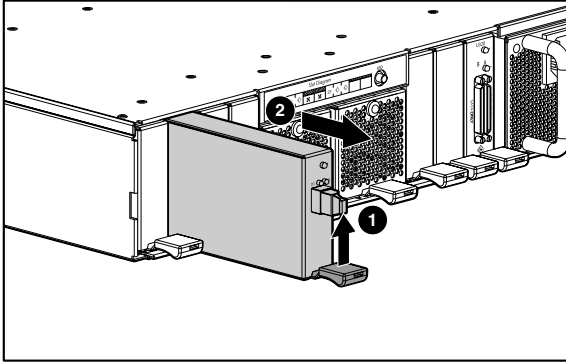

図 1: ファイバチャネル I/O モジュールの取り外し
1. 図 1 に示すように、赤紫色のファイバチャネル I/O モジュール ラッチ ① を持ち上げ、エンクロージャ ② から I/O モジュールを引き抜きます。